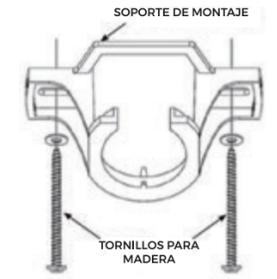

FIGURA 2
4) FIJE EL SOPORTE DE MONTAJE (FIGURA 2) A LA VIGUETA DEL CIELO RASO UTILIZANDO LOS TORNILLOS LARGOS INCLUIDOS. ASEGÚRESE DE ENROSCAR AL MENOS 40 MM DEL TORNILLO EN EL SOPORTE.